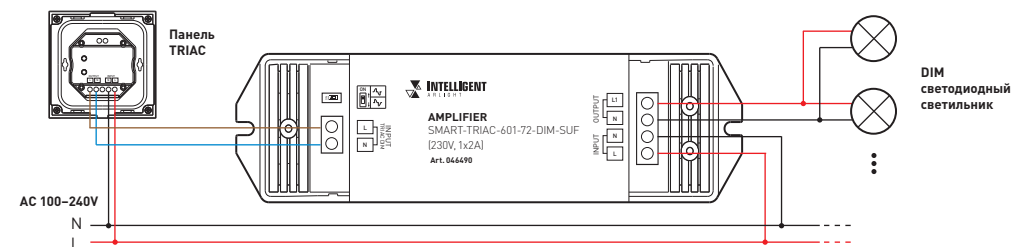

Рис. 1. Схема подключения TRIAC-диммера с усилителем мощности SMART-TRIAC-601-72-DIM-SUF и диммируемым светодиодным светильником
- 3.2. Подключите усилитель, соблюдая порядок подключения проводов, по схемам на рис. 1, 2 или 3.